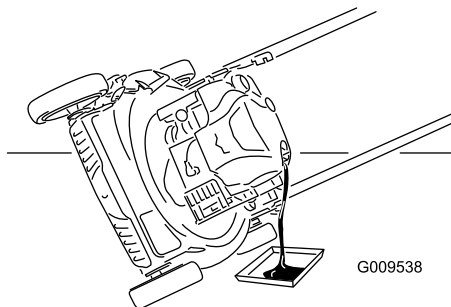

Рисунок 26
4. Для слива отработанного масла через маслозаливной патрубкок переверните машину набок воздушным фильтром вверх (Рисунок 26).